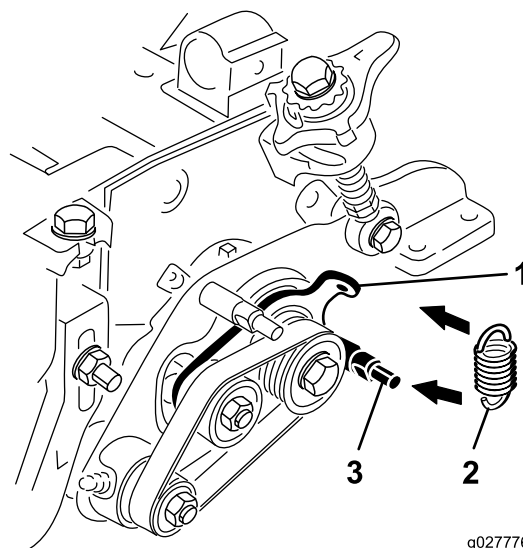

图16
24. 将疏草刀皮带安装到皮带轮上（图16）。
25. 将怠轮弹簧挂在怠轮板凸耳的孔中，将凹槽绕到疏草刀板的下螺栓上（图16）。